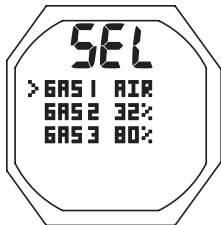

Fig. 108 - NORM GAS SWITCH MENU
**NORM GAS/BUD Menu**, information includes (Fig. 108):